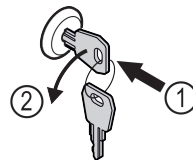

Fig. 177
- ▶ Schlüssel hineindrücken. Fig. 177 (1)
- ▶ Schlüssel um 90° gegen den Uhrzeigersinn drehen. Fig. 177 (2)